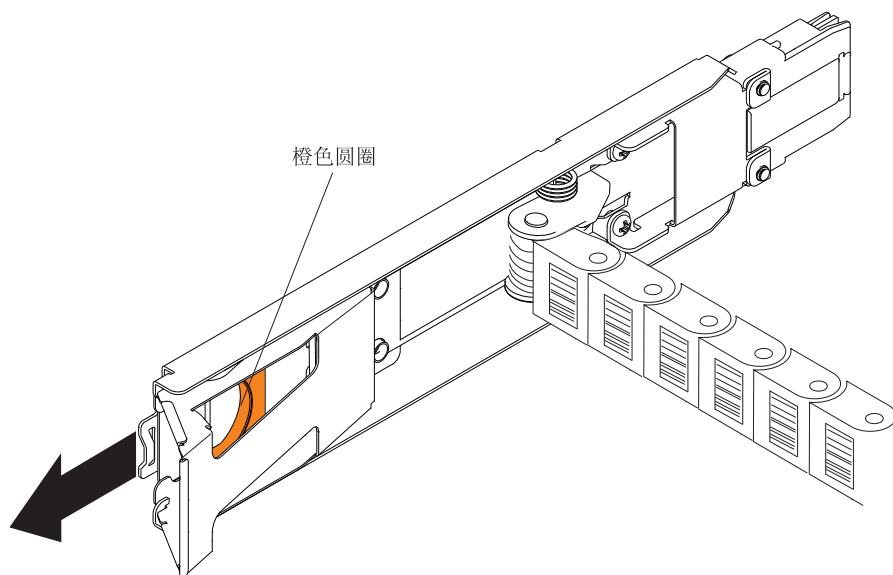

图 90. 连接到中面板的垂直安装支架
- c. 从中面板断开右侧电缆链安装支架的连接。握住橙色手柄 (请参阅第 124 页的图 90), 然后将安装支架从存储扩展机柜中完全拉出。如果需要, 可使用手电筒找到橙色手柄。